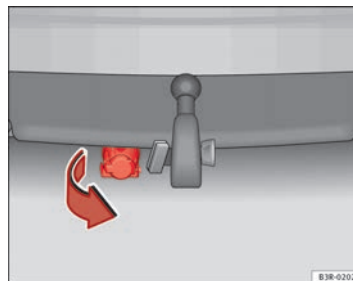

Fig. 172 Parachoques trasero: Pivotar hacia abajo la toma de corriente para el remolque
- Bascule hacia abajo la toma de corriente que se encuentra bajo el parachoques para conectar los cables del remolque ⇒ fig. 172.